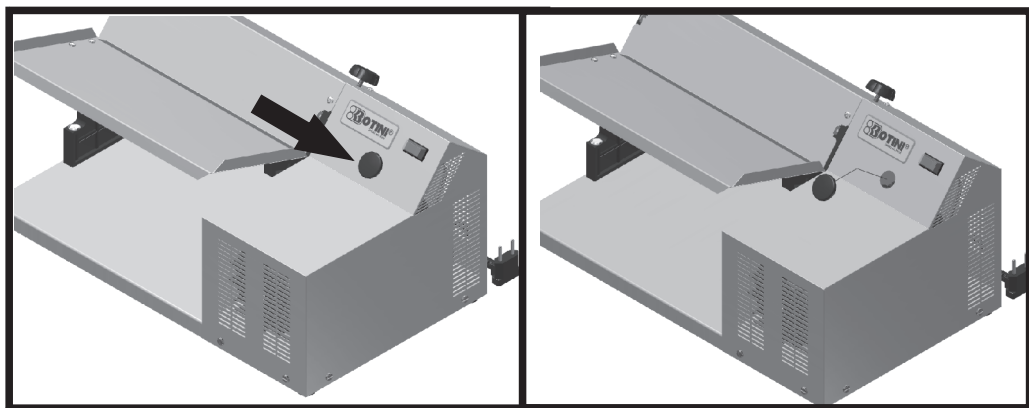

Figura 3
- Retire o tampão de lubrificação (48) com o auxílio de uma chave de fenda (*figura 3*);
- Em seguida utilize um pincel pequeno para passar graxa na engrenagem (14);